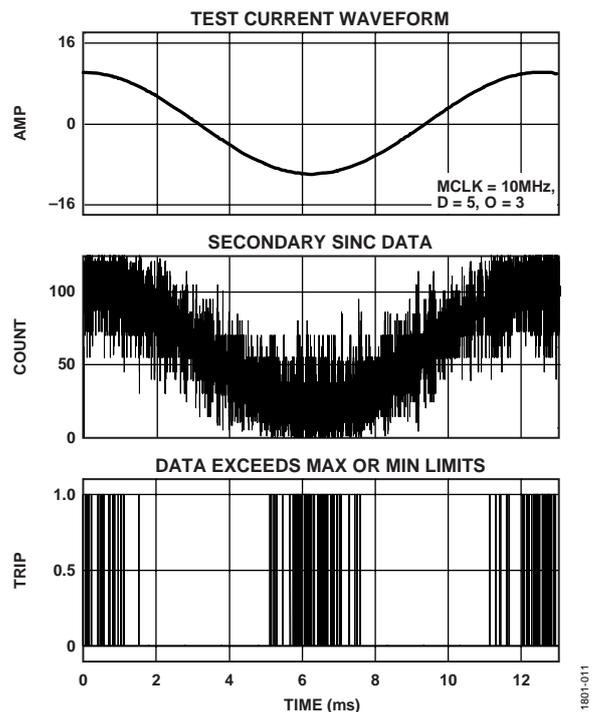
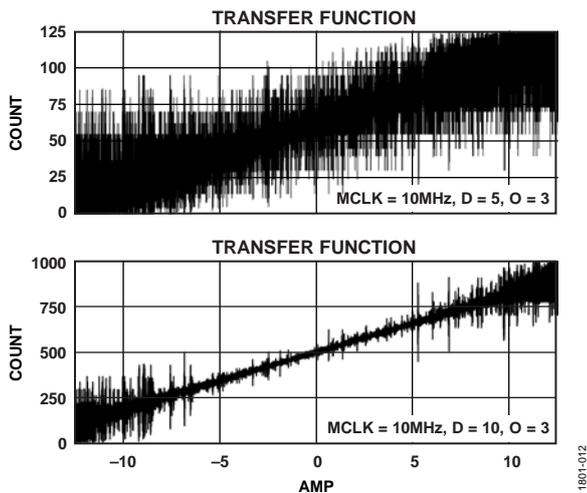

図 11. デシメーション・レート = 5 での偽過負荷検出
図 12. デシメーション = 5 および 10 でのセカンダリ・フィルタのゲイン・カーブ
デシメーション・レートを低くすると応答を高速化できますが、図 11 から分かるように、 ± 10 A のシンプルな正弦波テスト電流の場合でもセカンダリ SINC 出力がトリップ・レベルを超えます。デシメーション・レート = 5 での高い SINC フィルタ・ノイズは、複数の偽トリップ信号を発生します。図 12 に、デシメーション・レートが高い場合 (10) と低い場合 (5) の SNR、およびトリップ信号のノイズ・マージンを示します。
セカンダリ・フィルタには出力スケールが追加されていないため、有効な最小値と最大値は $0 \sim D^0$ の範囲内です。負のフルスケール電流は 0 に、正のフルスケール電流は D^0 に、それぞれ対応します。最小と最大のトリップ・レベルをそれぞれ 1 と $D^0 - 1$ に設定すると、トリップ機能の最大範囲が有効になります。図 12 の下側のグラフで、デシメーション・レート = 10 および $20 \text{ m}\Omega$ のシャントに対して表示された伝達関数は、 10 A 入力に対するノイズ・ピークがフィルタの最大 (1000 カウント) 出力および最小 (0 カウント) 出力の範囲内であることを示しています。LMIN と LMAX のトリップ・レベルをそれぞれ 1 カウントと 999 カウントに設定して、 10 A のピーク電流に対する偽トリップを防止してください。トリップが発生する実際の電流レベルは、 $11 \text{ A} \sim 16 \text{ A}$ (フルスケール) の範囲です。電流がフルスケール限界に近づくほどトリップが発生する可能性は大きくなります。